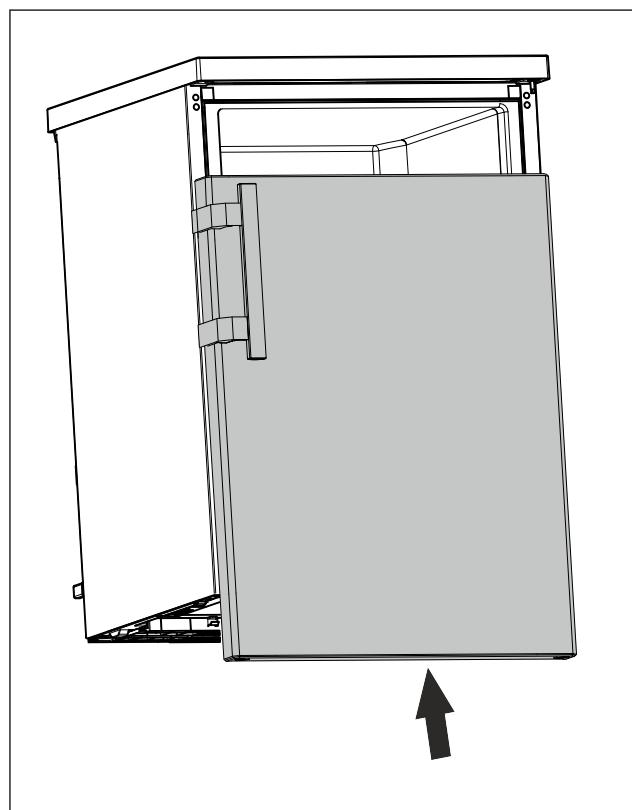

Fig. 19
- Futni derën në gjendje të mbyllur në bulonin e sipërm. (shihni Fig. 19)